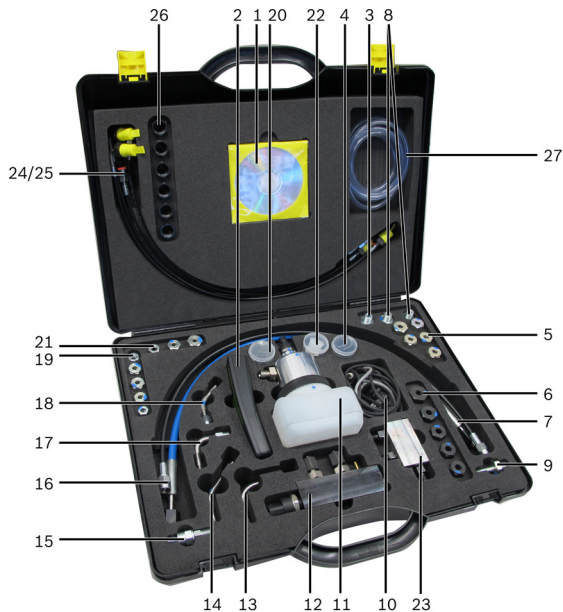

Abb. 1: Overzicht Diesel Set 3.1
De druksensormodule (afb. 1, pos. 11) wordt met de zwarte 60 MPa-slangleiding direct op de hogedrukaansluiting van de hogedrukpomp met een hogedrukaansluiting aangesloten.
De druksensor (afb. 1, pos. 12) wordt direct op een hogedrukaansluiting van de voertuigrail met de blauwe 180 MPa-slangleiding aangesloten.